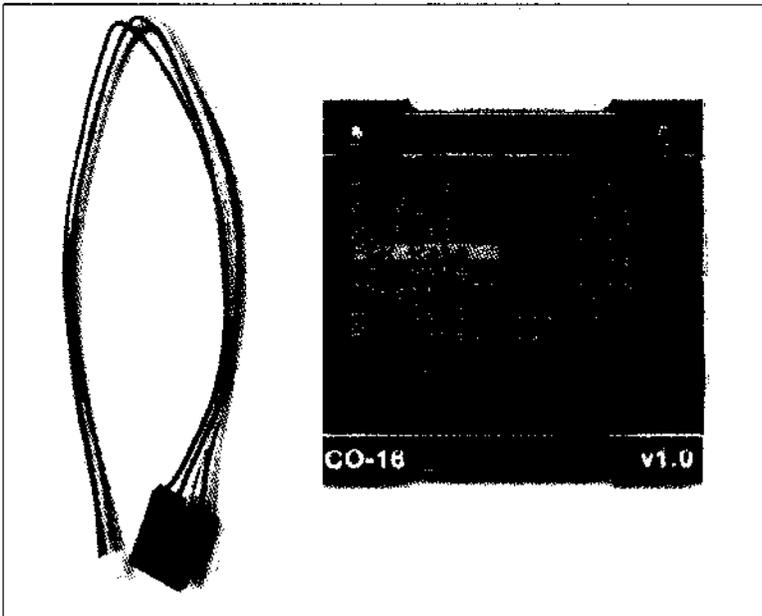

Рис. 3.13. Графический дисплей CRIUS OLED
**OLED-дисплей.** Это относительно новое для любительской практики устройство. Дисплей графический, изображение формируется из миниатюрных пикселов-светодиодов, поэтому могут отображаться не только цифробуквенные символы, но и графические изображения. Прошивка MultiWii по умолчанию поддерживает монохромный дисплей CR1US OLED C-16 с разрешением 128×64 точек, подключаемый по протоколу I2C (рис. 3.13).